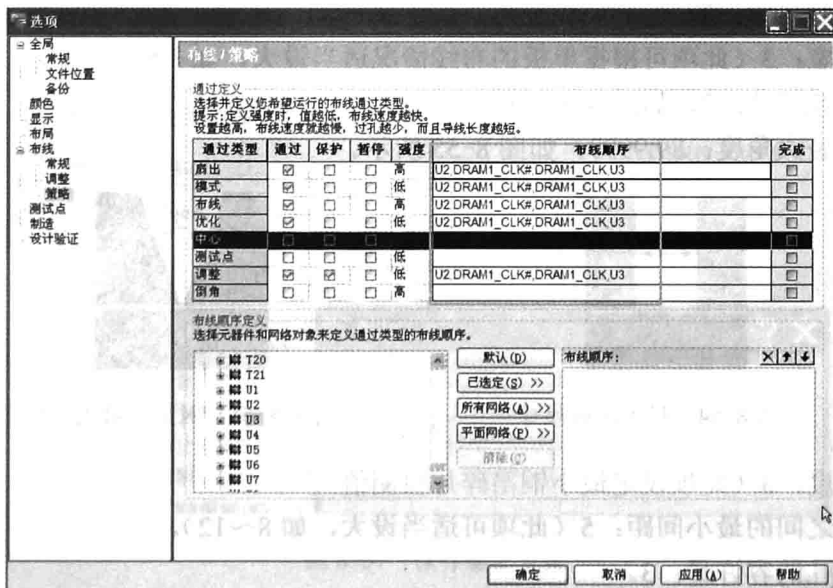

图 8-52 设置布线顺序
- ▶ 设定布线顺序：执行菜单命令【工具】→【选项】，在弹出的“选项”对话框中的“布线/策略”标签页下设置，如图 8-52 所示。